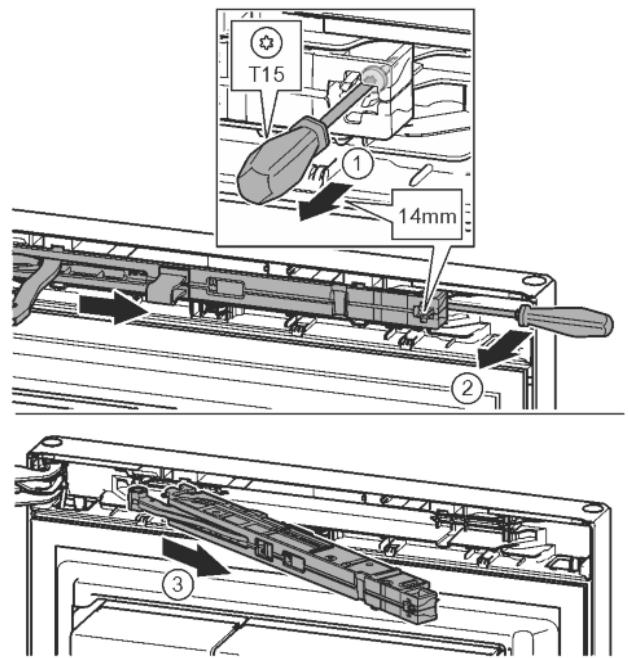

Fig. 15
- ▶ Šroub na jednotce tlumiče zavírání povolte šroubovákom T15 o cca 14 mm. Fig. 15 (1)
- ▶ Šroubovákom na straně madla zajedte za jednotku tlumiče zavírání a otočte ji dopředu. Fig. 15 (2)
- ▶ Vytáhněte jednotku tlumiče zavírání. Fig. 15 (3)